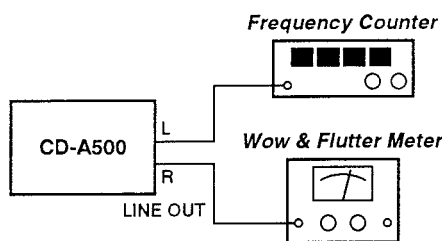

Fig. 4-1
1. Connect a wow-and-flutter meter to the deck as shown in Fig. 4-1.
1. Fig. 4-1のようにワウ・フラッターメーターを接続する。
1. Connect a frequency counter to the deck as shown in Fig. 4-1.
1. Fig. 4-1のように周波数カウンターを接続する。